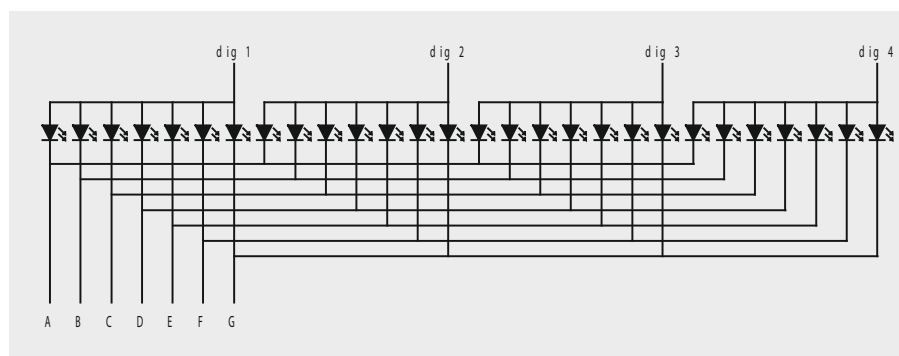

Bild 1: Display mit gemeinsamer Anode (CA)
- CA: Bauelemente mit gemeinsamer Anode (für Common Anode) – siehe Bild 1 (zugehöriges Schaltbild)